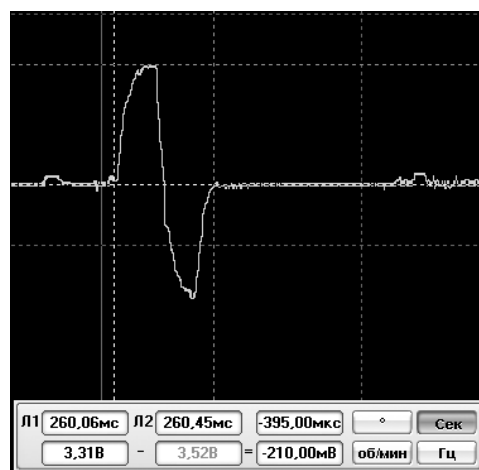

Рис. 14. График напряжения на датчике.
1. Интересна форма напряжения между сигнальными проводами при проверке ее осциллоскопом. На фото 8 - осциллограмма этого весьма не регулярного сигнала (при 0.1 ms/div, 0.1V/div). На следующем фото- это же напряжение при достаточно большой скорости вращения двигателя, но отпущенной педали газа (фото 9). На рис. 14 - результат проверки при ХХ с помощью MotoDocII. При тестовом обогащении смеси напряжение между контактами чувствительного элемента увеличивалось незначительно (примерно на 0.05V), но качественно сигнал не изменялся.